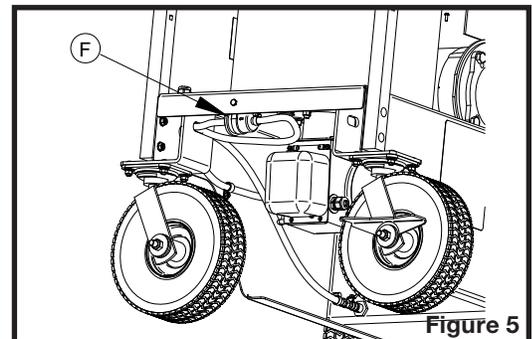

Figure 5
5. Vérifier l'état du filtre d'huile (F sur la figure 5). Remplacer le filtre s'il est endommagé ou sale.